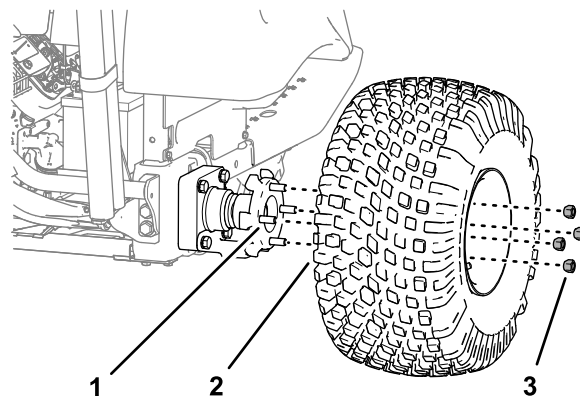

图 30
2. 卸下将车轮固定至轮毂的 4 个车轮螺母然后卸下车轮和轮胎图 30。
7. 用在步骤 2 中卸下的 4 个车轮螺母将轮胎和车轮组装到轮毂的螺栓图 30 用手拧紧螺母。